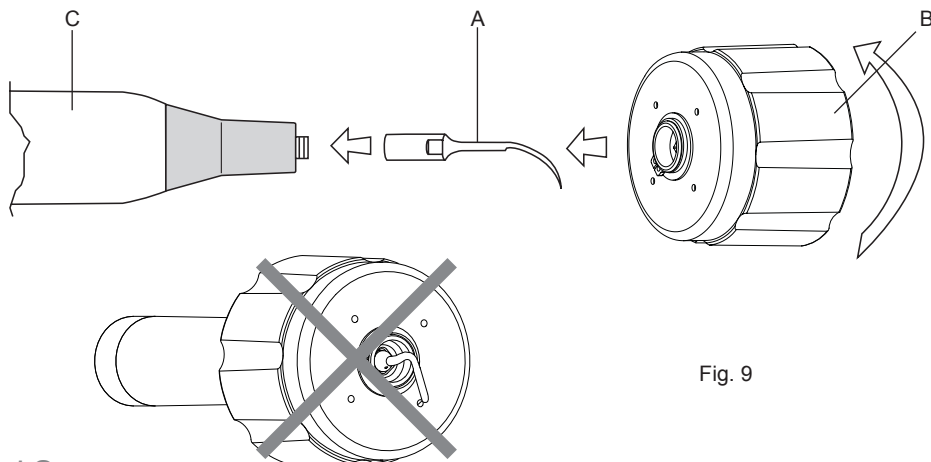

Fig. 9
- 2 Avvitare l'insero prescelto sul manipolo ablatore fino a portarlo in battuta (Fig.9 - Rif.A).
Per il corretto utilizzo della chiave dinamometrica (Fig.9 - Rif.B) operare come segue:
⚠ **ATTENZIONE:** Non si deve impugnare il manipolo sulla parte terminale e/o sul cordone ma solo sul corpo in plastica (Fig.9 - Rif.C) e non deve essere ruotato durante il serraggio.